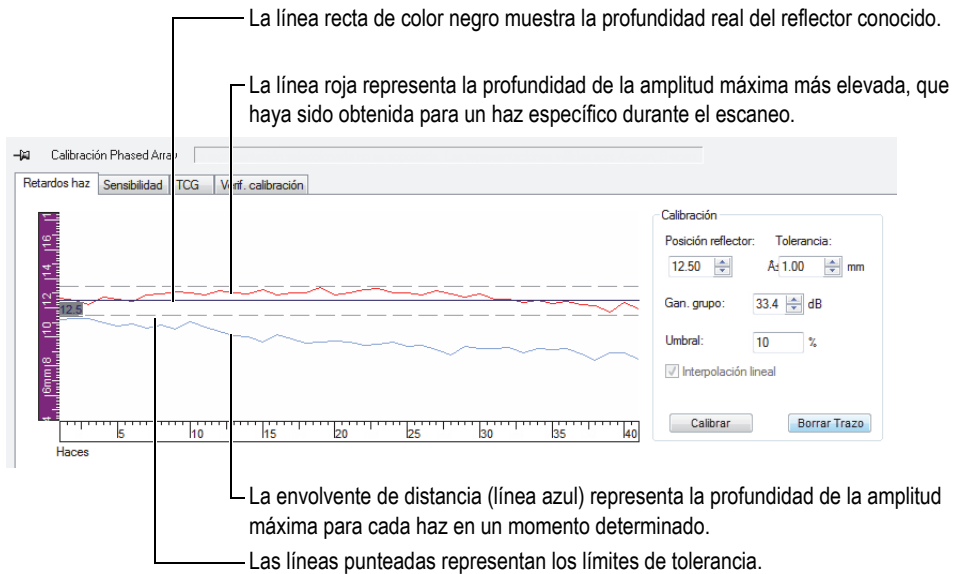

Figura 4-20 Curvas para la calibración del retardo del haz
- a) Seleccione la pestaña **Retardos [de] haz** (ver Figura 4-20 en la página 126).